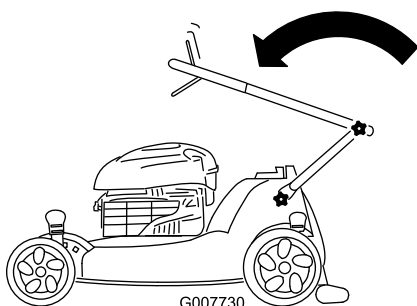

Figura 56
2. Pliegue hacia adelante la sección superior del manillar (ver Figura 56).